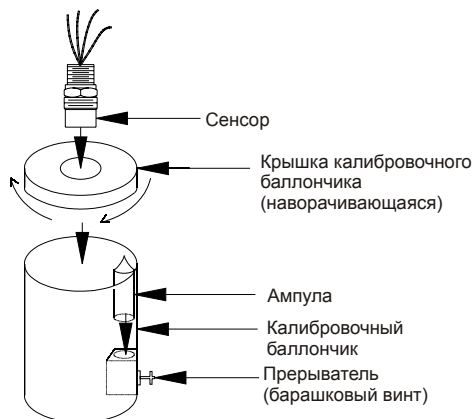

Рисунок 16 Работа с предохранительным баллончиком
- Поместите ампулу H₂S (рекомендуется концентрация 50% по шкале) в предохранительный баллончик; не помещайте предохранительный баллончик над датчиком (рисунок 16) до тех пор, пока на дисплее не будет показана мигающая надпись AC.